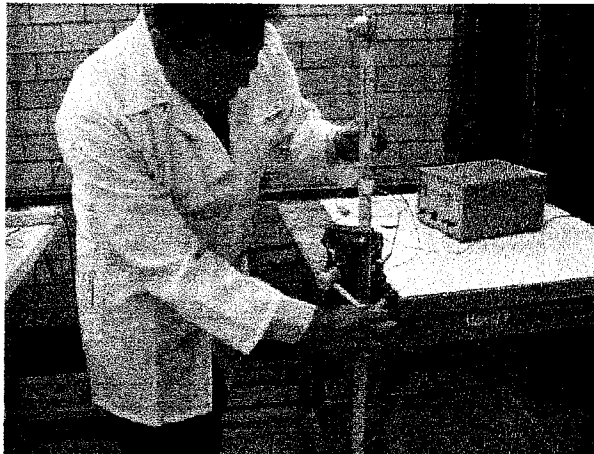

Figura 12. Colocación de modelo de péndulo invertido.
- a) Empotre la barra de aluminio formando un péndulo invertido (figura 12).